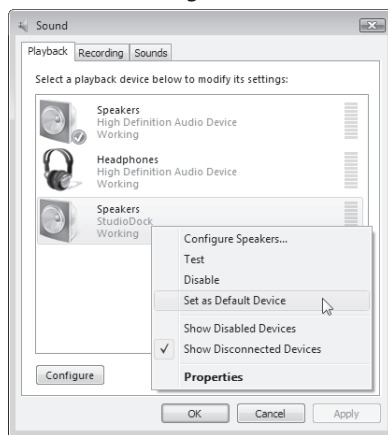

Figura 7
4. Si no queda como dispositivo por defecto, puede hacer que lo sea en las propiedades de sonido del panel de control (Figura 7).